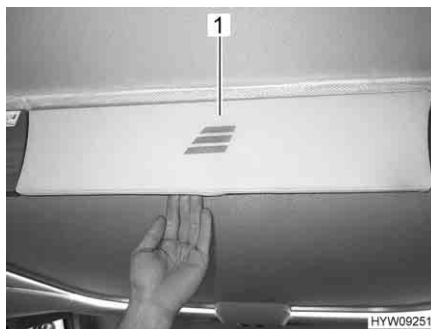

Fig. 99 Diaframma (letto basculante)
- Tirare il diaframma (Fig. 99,1) per sbloccare il letto basculante.